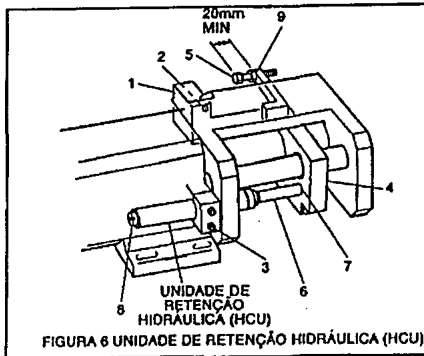

FIGURA 6 UNIDADE DE RETENÇÃO HIDRÁULICA (HCU)
REGULAÇÃO DA OPERAÇÃO DE PERFURAÇÃO (Ver Figura 6)
Utilizar (5), Figura 6, para o ajustamento de profundidade final.
Tranque utilizando (8), Figura 6.